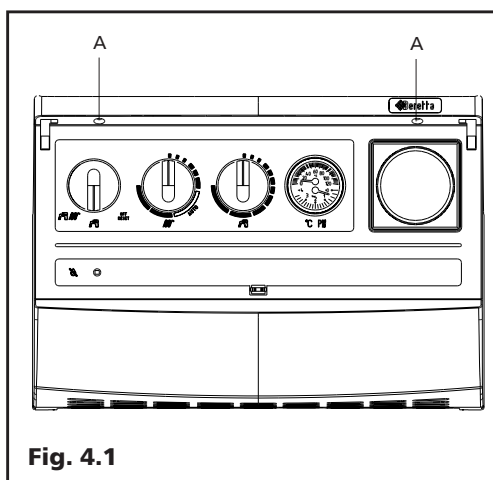

Fig. 4.1
Allacciamento elettrico della caldaia (Fig. 4.1 - 4.2)
- svitare con un cacciavite a croce le due viti di fissaggio (A) del cruscotto (fig. 4.1);